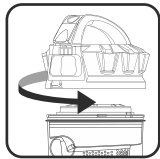

图22
- 1) 将集尘筒上盖逆时针旋转，当听到“哒”一声时，集尘筒上盖就可以和尘筒分离。（如图22）